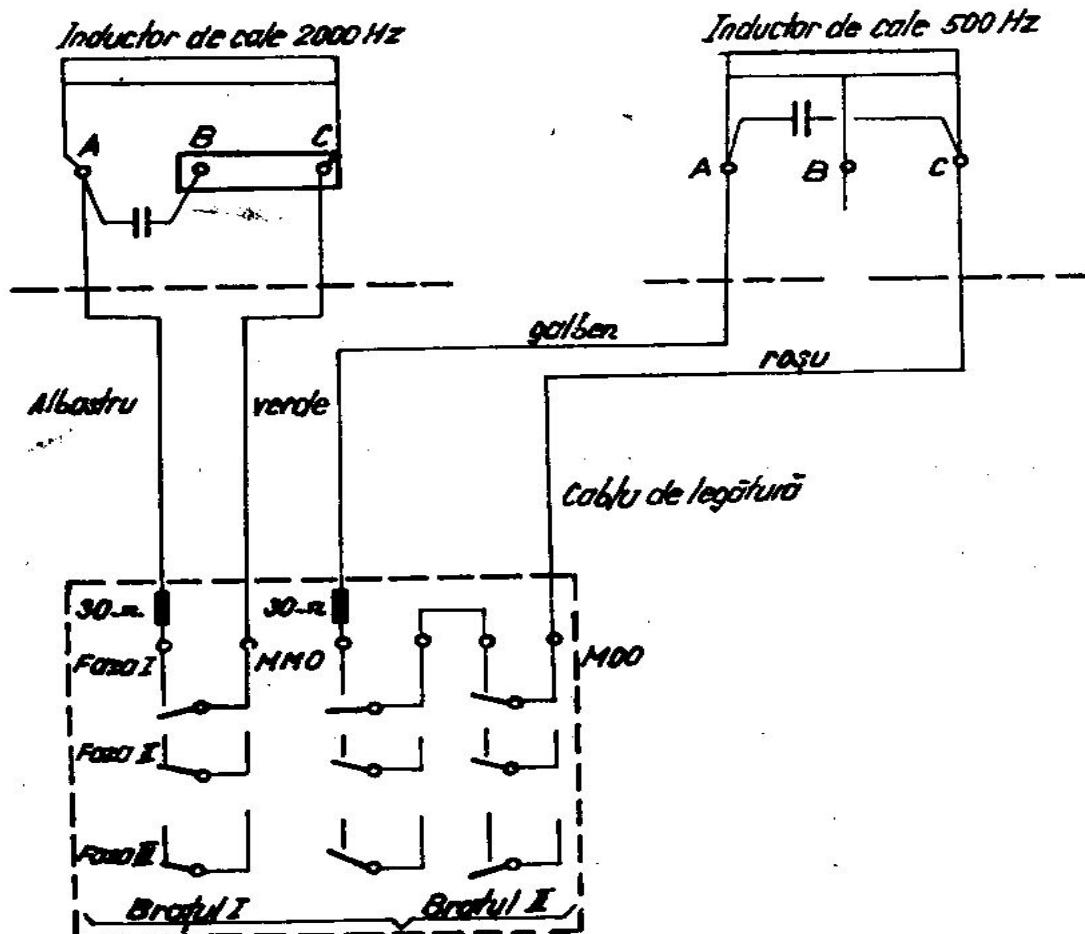
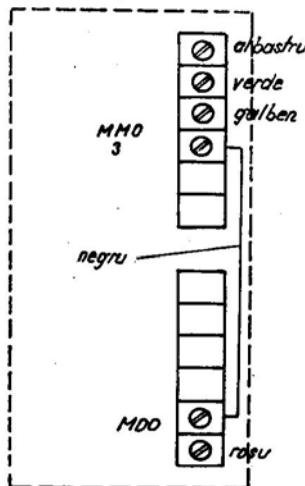

Fig. 41 Schema electrică și conectarea la semaforul de intrare cu două brațe, echipat cu inductoare de cale de 2 000 Hz și de 500 Hz
Fig. 42 Executarea conexiunilor în contactor
g) Semaforul de intrare cu două brațe, echipat cu inductoare de cale de 2 000 Hz și de 500 Hz (fig. 41 și fig. 42).